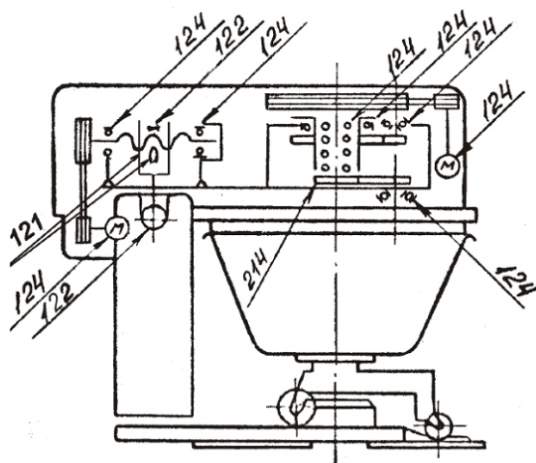

Рисунок 4 - Карта смазки
2.3.2 Проверить наличие смазки в подшипниках в соответствии с картой смазки (см. рисунок 4), при необходимости смазать.
3.1.2 Смазку узлов тестомеса производить в соответствии с картой смазки (см. рисунок 4).